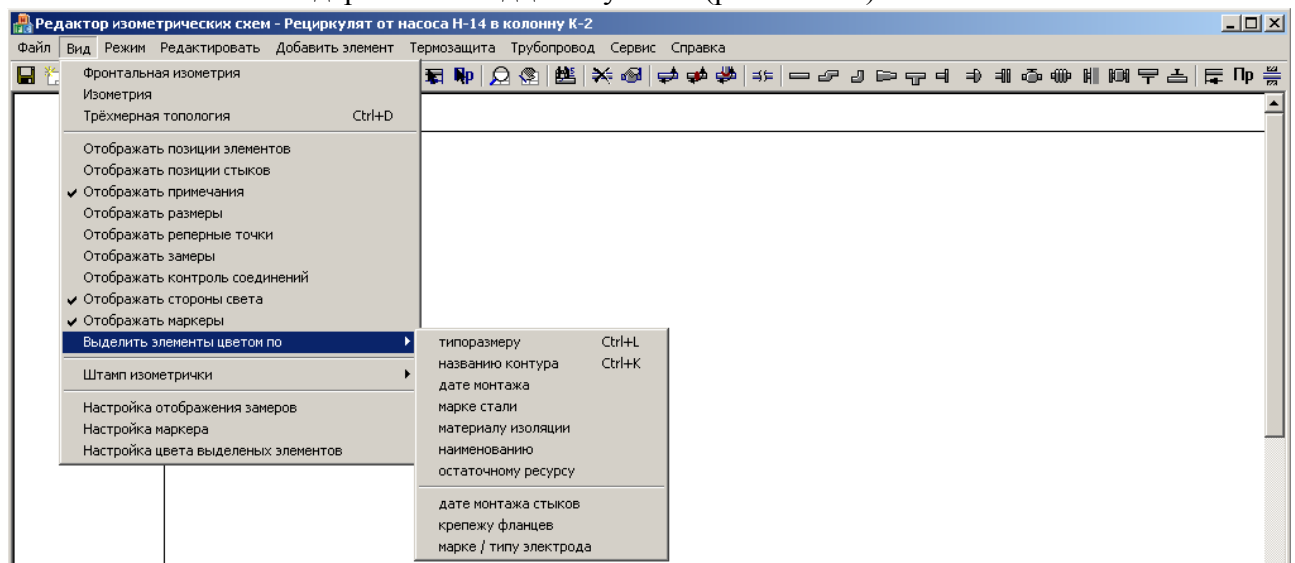

Рис. 3.2.3.4. Содержание меню «Вид»
1. *Фронтальная изометрия* (проекция координатных осей, см. рис. 3.2.3.5).
2. *Изометрия* (проекция координатных осей, см. рис. 3.2.3.5).